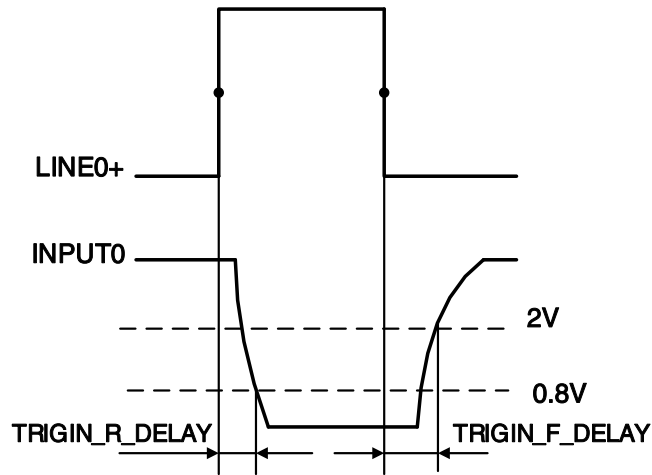

图 7-4 光耦隔离输入电路参数
- 上升沿延时时间: <math><50\mu\text{s}</math> ($0^{\circ}\text{C}\sim 45^{\circ}\text{C}</math>), 参数说明见图 7-4$
- 下降沿延时时间: <math><50\mu\text{s}</math> ($0^{\circ}\text{C}\sim 45^{\circ}\text{C}</math>), 参数说明见图 7-4$